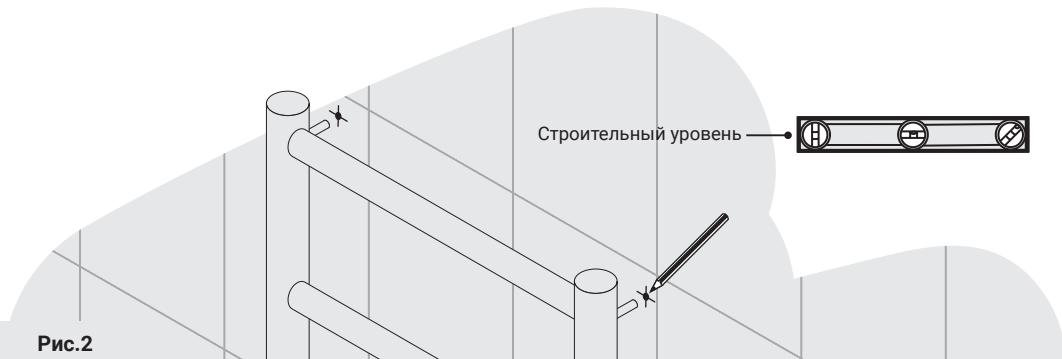

Рис.1
4.1.2. Установить на полотенцесушитель шпильки кронштейнов (рис. 1). Для плотной протяжки шпилек можно использовать ключ ШГ №2,5, который нужно вставить в технологическое отверстие в шпильке и подтянуть по часовой стрелке до упора.